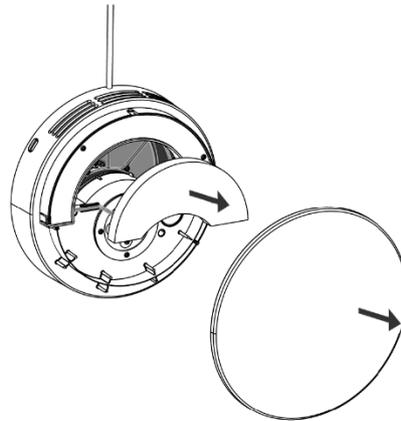

Abbildung 29 - Den inneren Filter herausnehmen
- Die innere Abdeckung abnehmen. Den alten Filter herausnehmen und etwaige Verschmutzungen mit einem trockenen Tuch entfernen, siehe nachstehende Abbildung 29 unten. Der gebrauchte Filter kann im Hausmüll entsorgt werden.